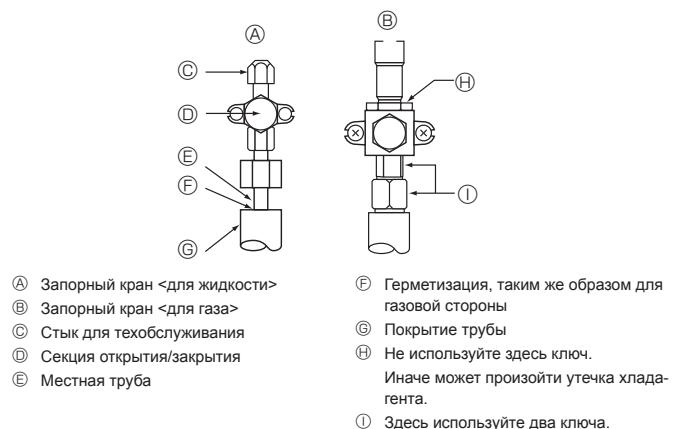

Fig. 4-5
4.4. Метод проверки герметичности трубопровода хладагента (Fig. 4-5)
- Убедитесь в том, что запорные краны (A) и (B) закрыты, и не открывайте их.
- Подайте давление в трубопроводы хладагента через служебное отверстие (G) запорного крана (A).
- Если на этапах (2) или (3) наблюдается снижение давления, происходит утечка газа. Найдите источник утечки газа.